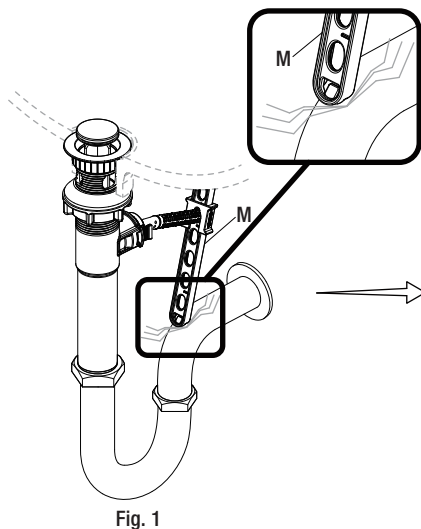

Fig. 1
- Si la sangle de la tige de levage de l'évacuation mécanique (M) gêne votre installation, comme illustré sur la Fig. 1, la sangle de la tige de levage (M) peut être raccourcie.